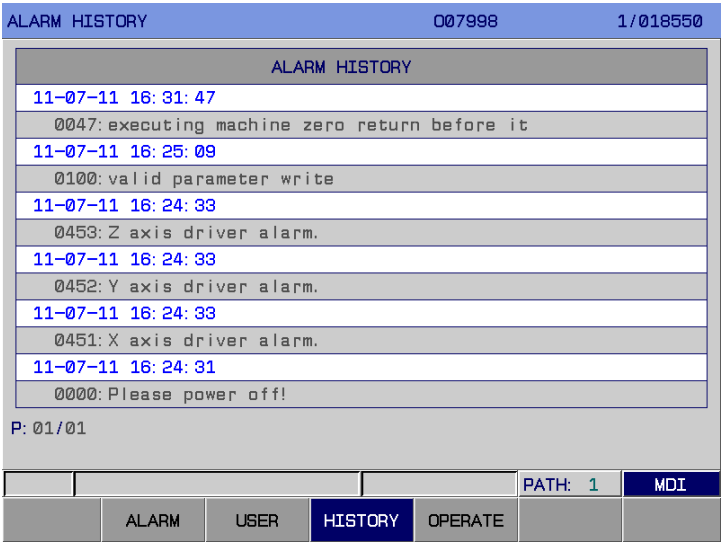

Fig. 3-7-3
3. History page In <ALARM> page, press soft key 【HISTORY】 to enter this page. See fig. 3-7-3: